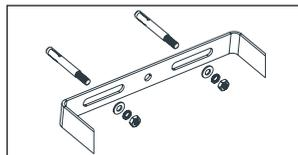

Fig. 2
1. Fissare la staffa solo orizzontalmente, utilizzando 2 tasselli di opportune dimensioni, facendo attenzione che la superficie sia liscia, compatta e fissa (Fig. 2).